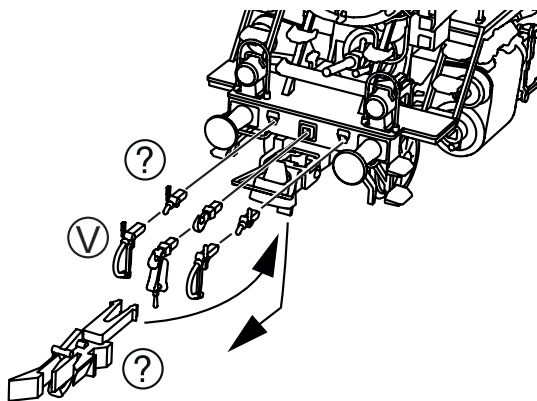

Fig. 4
**1. Reinigung der Radstromkontakte:** Radstromkontakte können auf unsauberen Schienen leicht verschmutzen. Entfernen Sie **vorsichtig** mit einem kleinen Pinsel **den Schmutz** an den in Fig. 4 gekennzeichneten Stellen.
**1. Cleaning of wheel contacts:** Wheel contacts easily get dirty on tracks which are not entirely clean. Use a small brush to **remove dirt** from spots marked in fig. 4.
Les lames de contacts risquent de s'encrasser rapidement sur des voies poussiéreuses. Veuillez **enlever la poussière** aux endroits marqués à la fig. 4 à l'aide d'un petit pinceau souple.
**4. Échange des bandages d'adhérence:** Démontez d'abord le couvercle du carter des engrenages (fig. 4). Envelez les bandages d'adhérence à l'aide d'une aiguille ou d'un tourne-vis fin. Lors du montage des nouveaux bandages veuillez veiller à ce que les bandages **ne soient pas tor-dués** (fig. 7).